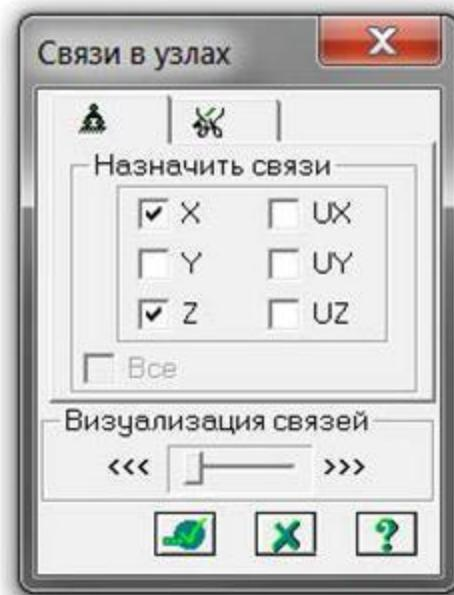

Рис. 2.22. Диалоговое окно Связи в узлах
- Из меню Жесткости Шарниры (кнопка  на панели инструментов) вызовите диалоговое окно Шарниры (рис. 2.22).